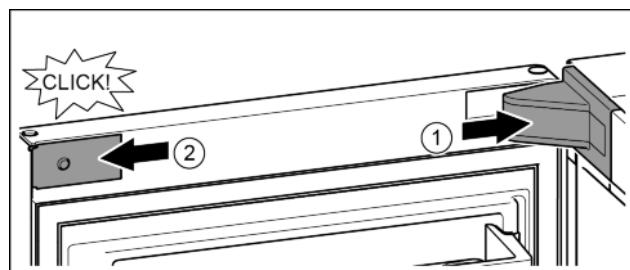

Fig. 22
- ▶ Поставете и фиксирайте капака на лагерната стойка, при нужда внимателно го натиснете настрани. Fig. 22 (1)
- ▶ Поставете странично капачката и я фиксирайте. Fig. 22 (2)